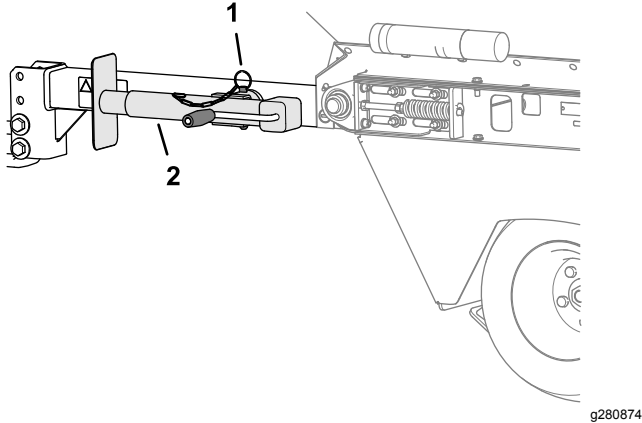

Figura 12
4. Gire el gato en sentido horizontal (Figura 12).
5. Sujete el gato al tubo de montaje con el pasador (Figura 12).